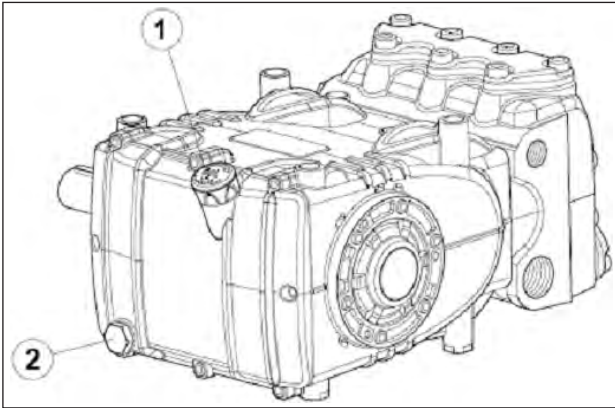

Abb. 3
Ölmesstab Pos. ①, Abb. 3 nach.
Die Ölstandprüfung hat mit der Pumpe auf Umgebungstemperatur zu erfolgen, für den Ölwechsel soll die Pumpe dagegen auf Betriebstemperatur sein. Entfernen Sie dazu: den Ölmesstab Pos. ① und anschließend den Verschluss Pos. ②, Abb. 3 nach. Für die Ölstandprüfung und den Ölwechsel siehe Tabelle in Abb. 14 Kapitel 11.